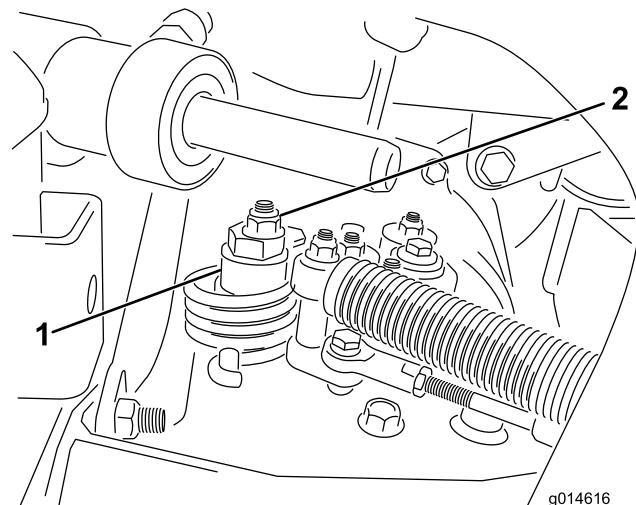

Figura 49
- Allentate il dado che fissa l'eccentrico alla parte superiore dell'igrostat (Figura 49).
- Fate girare l'eccentrico finché non riscontrate movimenti in alcuna direzione. Quando la ruota cessa di girare, serrate il dado di bloccaggio dell'eccentrico per mantenere la messa a punto (Figura 49). Verificate la regolazione portando l'acceleratore in posizione Slow e Fast.